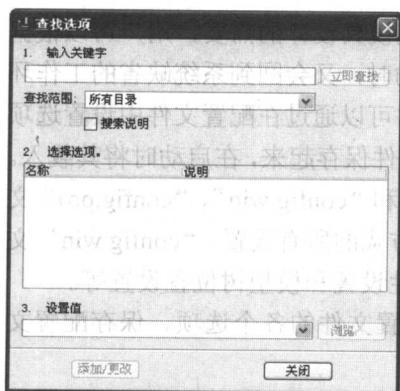

图 1-19 “查找选项”对话框
- **查找...**按钮：单击该按钮，系统弹出图 1-19 所示的“查找选项”对话框。在该对话框中，可以通过输入关键字和通配符来搜索配置选项。